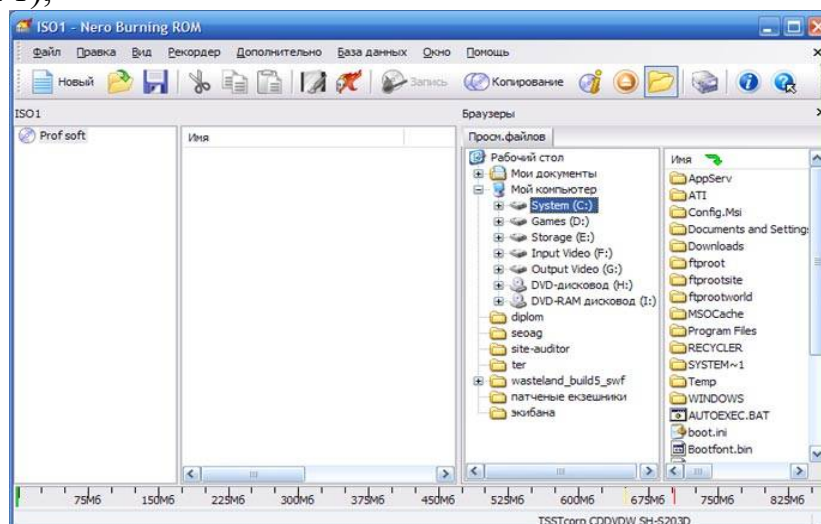

Рисунок 1
– режим эксперта, когда все настройки программы и процесса записи доступны (рисунок 1);